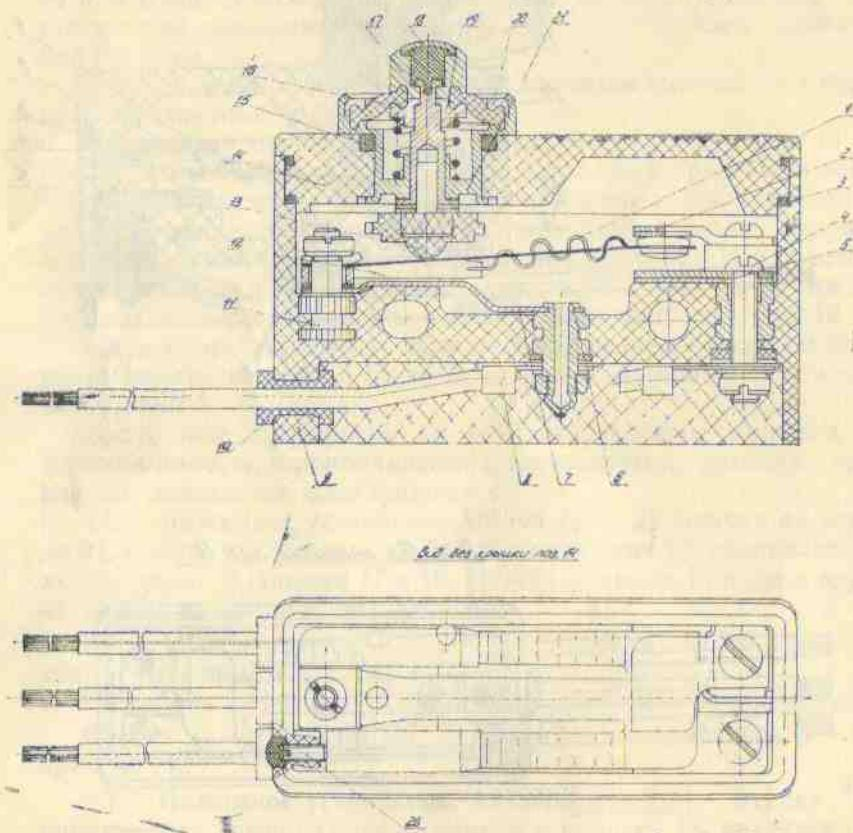

Рис. 2. Микровыключатель АМ-800:
При нажатии на шайбу 18 (рис. 2) давление через фланцы 17, 19 и кнопку 13 передается на контактную пружину 1. При определенной стреле прогиба перпендикулярная составляющая усилия, приложенная к свободному концу контактной пружины 1, резко меняет знак, вызывая мгновенный переброс подвижного контакта. Обратное переключение происходит аналогично при уменьшении давления на шайбу 18.
**3.3.2. Нажимное устройство АМ800** (рис. 2) состоит из втулки 21, в которую заделана резиновая мембрана 16, закрепленная между двумя фланцами 17 и 19. Между фланцем 19 и дном втулки 21 помещена пружина 15.